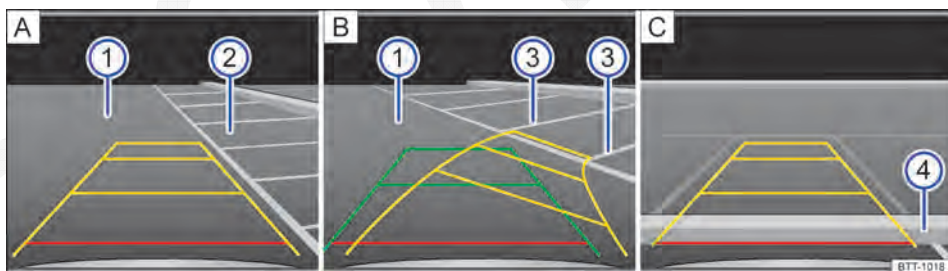

Fig. 163 Exibição do display do rádio ou do sistema de navegação: entrar na vaga de estacionamento com câmera de marcha a ré, modo 1.
Legenda para a representação esquemática Fig. 163:
2.	Posicionar o veículo na frente do box de estacionamento ② ⇒ Fig. 163 A.
4.	Conduzir lentamente para trás e manobrar de modo que as guias amarelas sejam guiadas ao longo das linhas de limitação lateral ③ da vaga de estacionamento selecionada B. Observar a seguinte mensagem: Controlar a trajetória do veículo! ⇒ ⚠ em Introdução ao tema na página 233!
5.	Alinhar o veículo na vaga de estacionamento selecionada de modo que as guias verdes e amarelas fiquem em cima das linhas de limitação lateral ③ da vaga de estacionamento selecionada.
6.	Parar o veículo o mais tardar ao atingir a guia vermelha de limitação traseira, por exemplo, meio-fio ④ C.